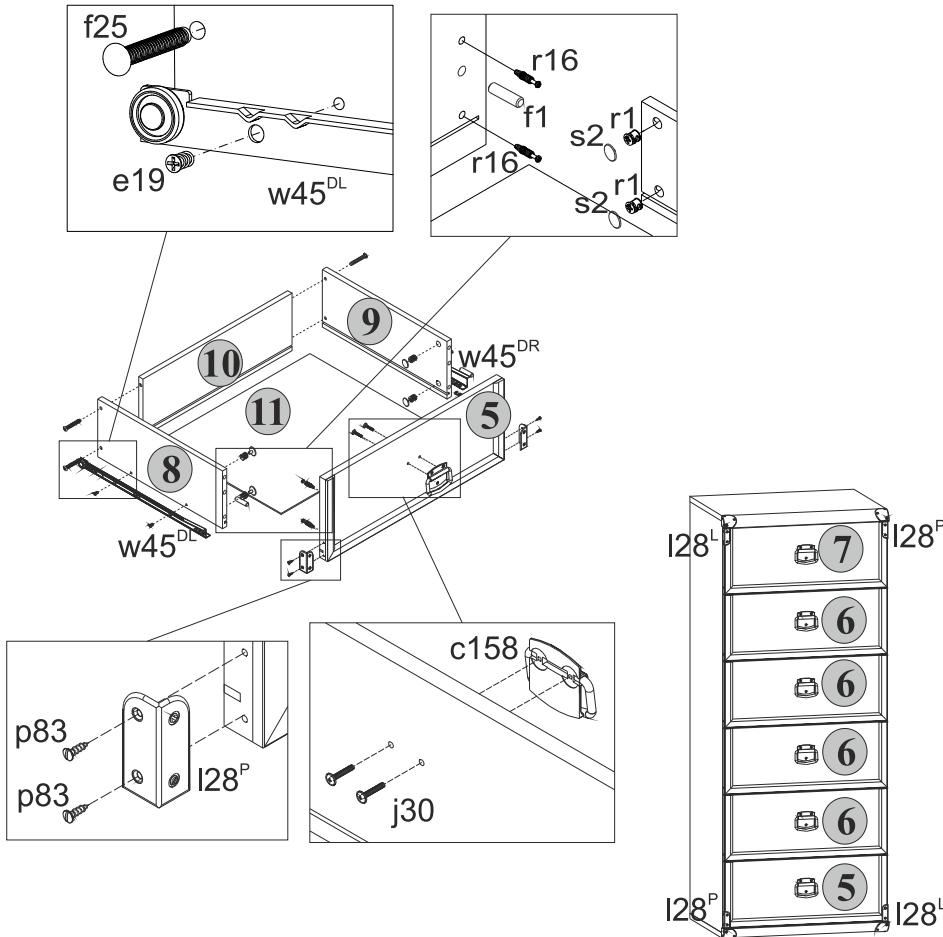

Рис. 3
**5.12** В отверстия диаметром **8 мм** на передних кромках стенок боковых **8** и **9** корпусов выдвижных ящиков вбить деревянные шканты **f1** (**см.рис.3**).
**5.13** В отверстия диаметром **15 мм** на внутренних поверхностях стенок боковых **8** и **9** корпусов выдвижных ящиков вставить стяжки эксцентриковые **r1** (**см.рис.3**).
**5.14** В отверстия диаметром **5 мм** на внутренних поверхностях панелей передних **5, 6** и **7** ящиков выдвижных с помощью крестообразной отвертки вкрутить винты стяжки **r16** (**см.рис.3**).
**5.16** Соединить панель переднюю **5** с корпусом ящика выдвижного и затянуть стяжки эксцентриковые **r1**, пользуясь специальным ключом **z1**. Закрыть стяжки эксцентриковые заглушками **s2** (**см.рис.3**).
**5.18** Соединить панели передние **6** с корпусами ящиков выдвижных и затянуть стяжки эксцентриковые **r1**, пользуясь специальным ключом **z1**. Закрыть стяжки эксцентриковые заглушками **s2** (**см.рис.3**).
**5.19** Соединить панель переднюю **7** с корпусом ящика выдвижного и затянуть стяжки эксцентриковые **r1**, пользуясь специальным ключом **z1**. Закрыть стяжки эксцентриковые заглушками **s2** (**см.рис.3**).